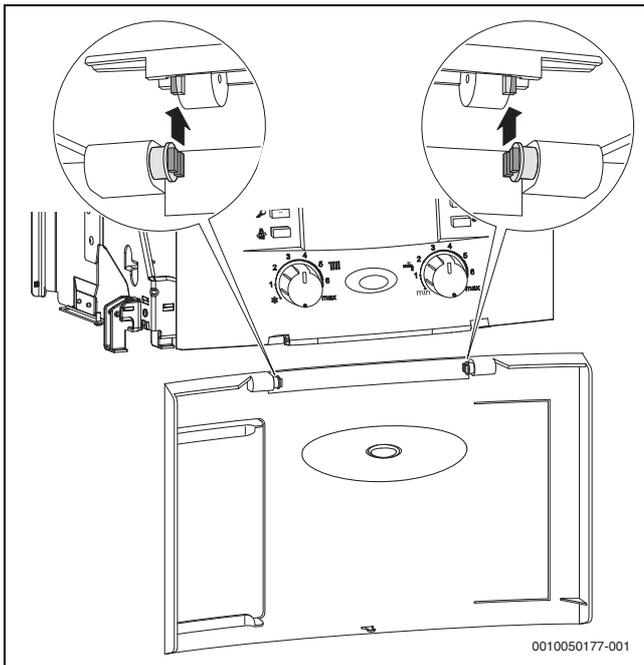

Bild 11
- ▶ Ausrichtung der Dämpfer prüfen (→ Bild 11).